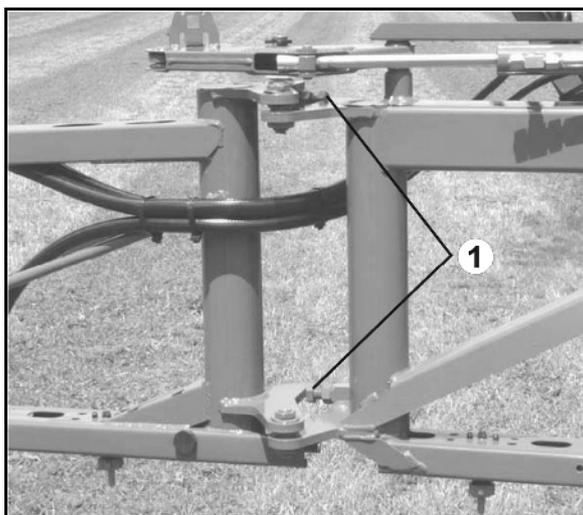

Bild 128
1. Lossa kontramuttern för inställningsskruven (Bild 128/1).